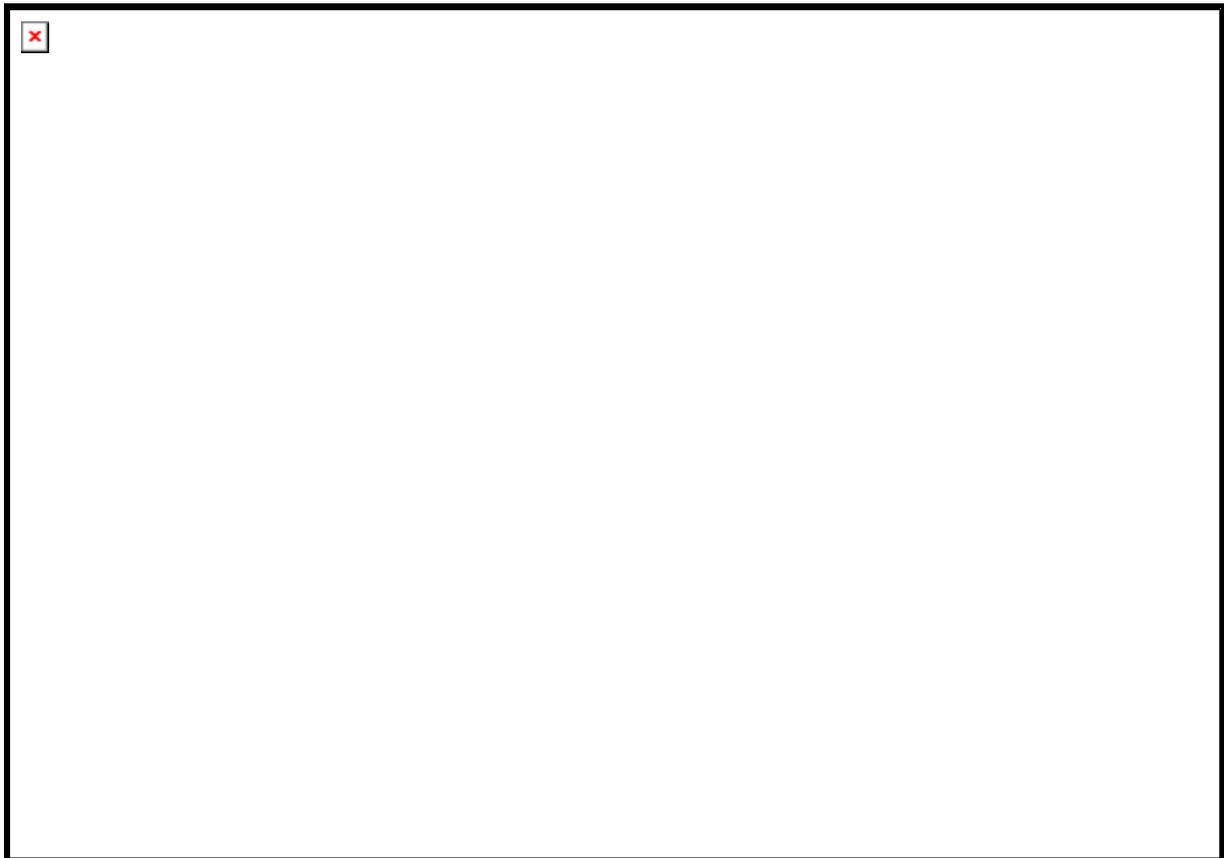

Abbildung 12
3. In angehängtem Zustand den Schwader mit den Unterlenkern soweit ablassen, bis der Längsrahmen waagrecht bis leicht nach vorne geneigt ist. (Abbildung 12)